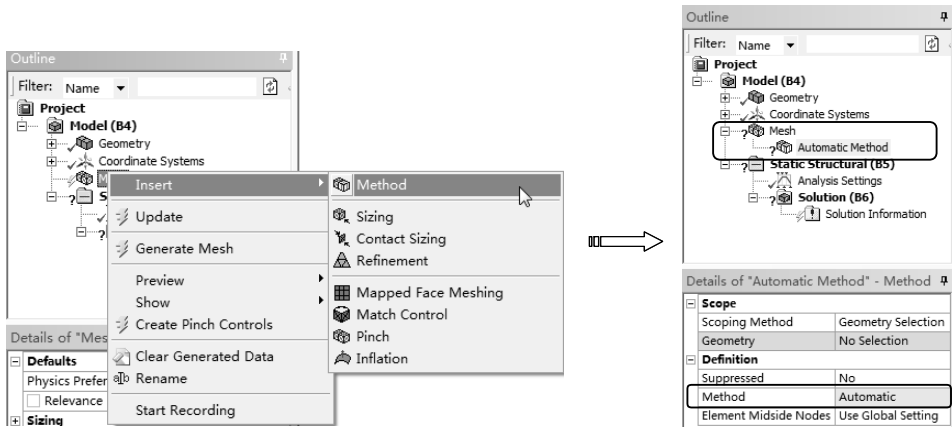

图 3-103 添加自动划分方法
1) 选中窗口左侧【Outline（分析树）】中的【Mesh】节点，单击鼠标右键，在弹出的快捷菜单中选择【Insert】|【Method】命令，在【Mesh】节点下增加【Automatic Method】节点（程序默认的是自动划分方法），如图 3-103 所示。